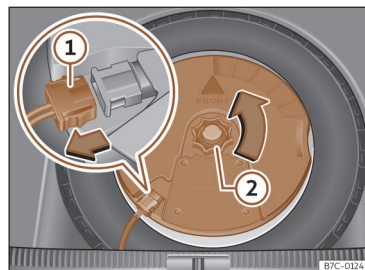

Fig. 223 Na bagageira: desmontar o subwoofer.
- Desligue o cabo do altifalante subwoofer >>> **Fig. 223 ①.**
- Rode a rodinha de fixação no sentido contrário ao dos ponteiros do relógio >>> **Fig. 223 ②.**